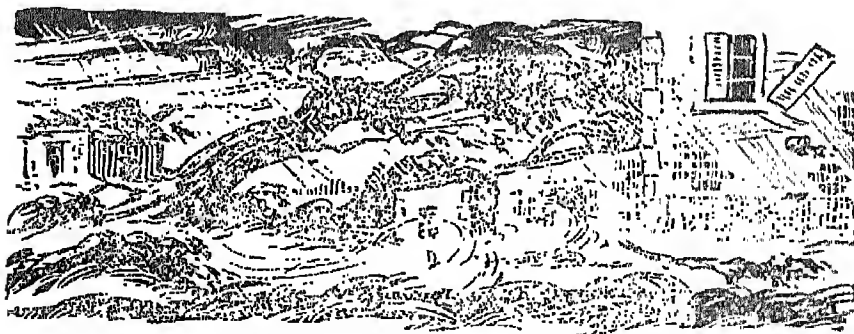

Fig. 3. — Un ouragan - Décrivez les effets de ce vent dont la vitesse atteint 200 kilomètres par heure.
REMARQUE. — Les systèmes qui donnent des orages ont une organisation différente : la tête groupe des nuages cumulo-nimbus à toute altitude, corps et traîne sont confondus et ne s'étendent que sur de faibles régions (fig. 3, p. 33).
2. **Vitesse.** — La *vitesse* — on dit souvent la *force* — du vent s'apprécie par ses effets sur les objets qu'il rencontre (fig. 3). Le tableau suivant (en haut de la p. 33) permet d'évaluer cette force comme le font les météorologistes.
Ouragan.....	Déracine les arbres, renverse les cheminées, enlève les toits (fig. 3).